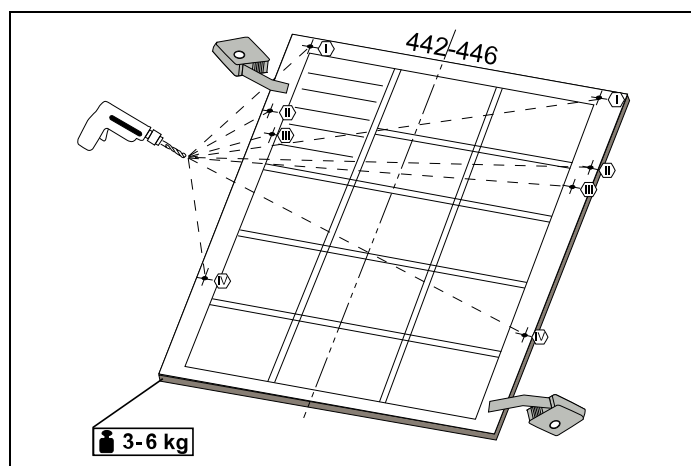

Fig. 19
Come mostrato nella Fig. 19 , misurare l'altezza e la profondità del mobile per determinare le dimensioni dell'anta esterna.
- 2) Come illustrato nella Fig. 19 , il foro per la vite deve essere praticato verso l'anta esterna dai punti segnati sul piano. Diametro della punta del trapano: 2 mm (5/64") Profondità della punta del trapano: 12 mm (15/32")